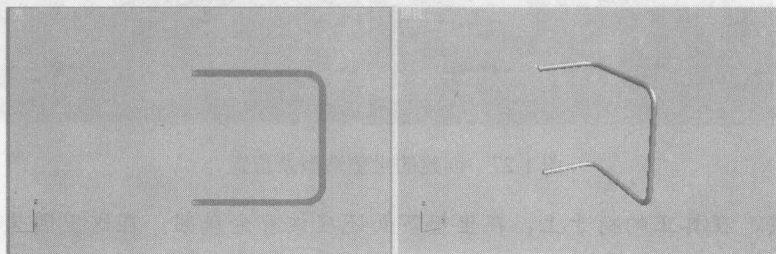

图 1-23 创建的椅子腿 01
(8) 选择绘制的圆。单击  按钮，然后单击“标准基本体”右侧的 ▼ 按钮，在其下拉菜单中选择“复合对象”命令，在其下拉列表中单击 **放样** 按钮，在“放样”下拉列表中单击 **获取路径** 按钮，并在视图中单击刚刚创建的曲线造型，得到放样物体，将其命名为“椅子腿 01”，如图 1-23 所示。